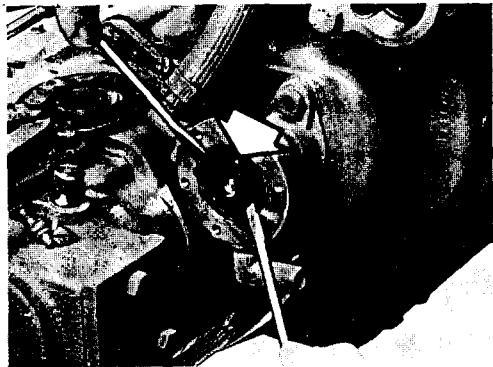

Fig. 21. Demontering av pumphjul
1. Stäng bottenkranen. Demontera locket från sjövattenpumpen. **Se upp med eventuellt vattenintrång!** Drag, med hjälp av två skruvmejslar, ut axeln med pumphjulet ur huset så mycket som behövs för att skruven som håller hjulet går att skruva ur. Se fig. 21. OBS! Lägg skydd under skruvmejslarna så att pumphuset ej skadas.